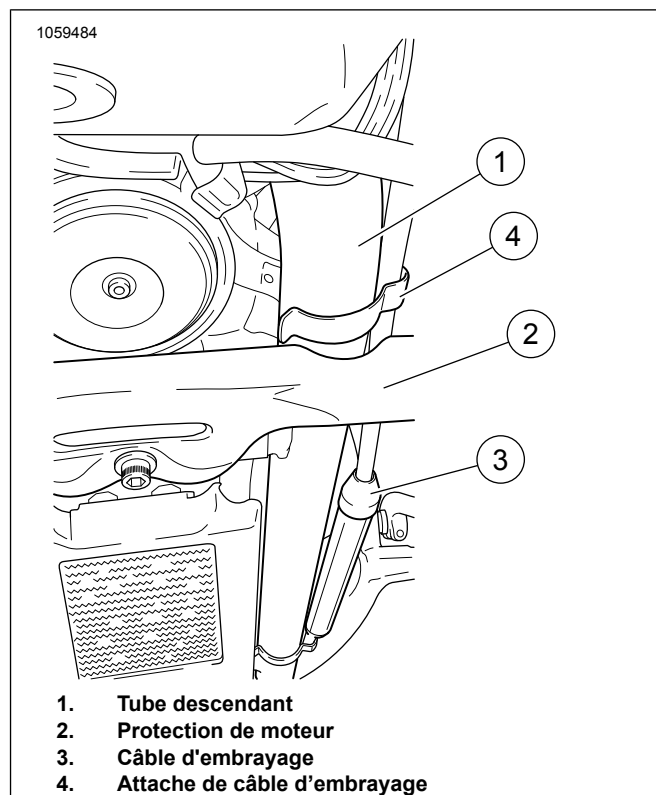

Figure 1. Acheminement du câble d'embrayage
1. See Figure 1. Vérifier la position de l'attache de câble d'embrayage (4). Déplacer l'attache au-dessus de l'emplacement où se situera la protection de moteur, si nécessaire. Tourner de façon que le câble d'embrayage ne soit pas positionné à l'avant du tube de cadre.